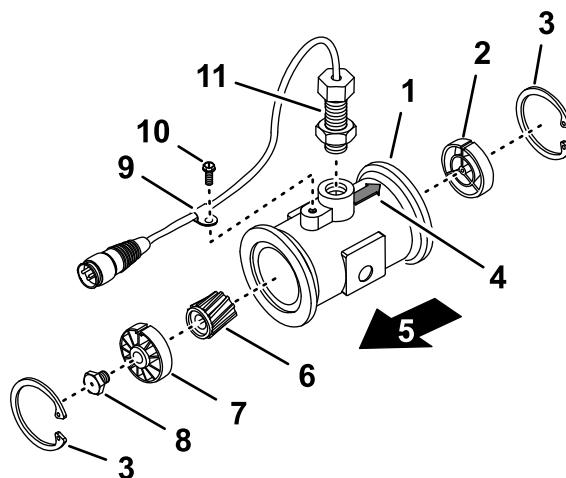

Figure 153
3. Retirez le circlip en amont (Figure 153).